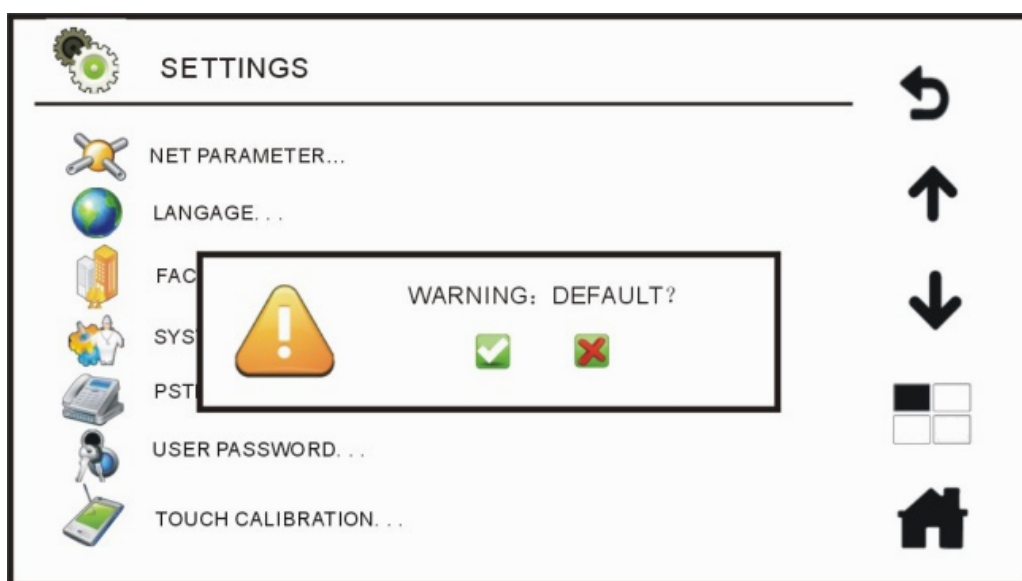

Рис. 4.27. Восстановление заводских настроек
3. Из окна **SETTINGS** (системные настройки), войдите в подменю **FACTORY DEFAULT** (восстановление заводских настроек), нажав кнопку . Появится диалоговое окно с предупреждением **Внимание! Восстановить настройки по умолчанию?** как показано на Рис. 4.27. Если желаете подтвердить восстановление, нажмите ☒, для отмены операции нажмите ☒.